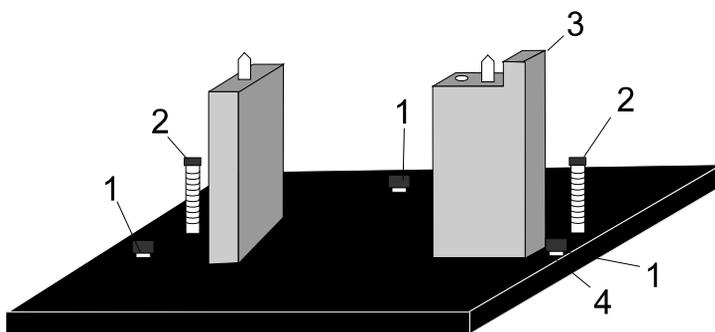

Figure 3 Socle de porte-cellule
- 2 Placez le socle de porte-cellule à la position des échantillons sur l'embase. Le montant avec une encoche (voir Figure 3) doit se trouver du côté droit.